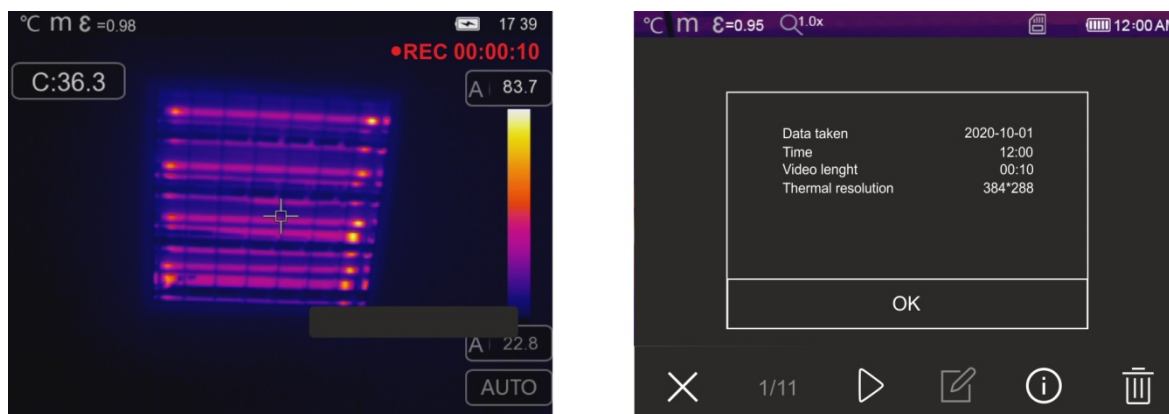

Fig. 46: Gravação de vídeo IR
3. Clique em ▼ ou ▲ para definir simultaneamente os valores de temperatura associados aos níveis alto e baixo em etapas de 0,1 ° C (ver Fig. 46 - lado esquerdo)
5. Clique em ▼ ou ▲ para definir o valor da temperatura associado ao nível alto em etapas de 0,1 ° C (ver Fig. 46 - parte central)
7. Clique em ▼ ou ▲ para definir o valor da temperatura associado ao nível baixo em etapas de 0,1 ° C (ver Fig. 46 - lado direito)